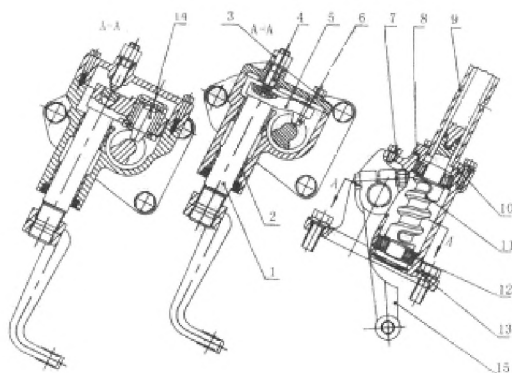

Рисунок 4-23. Рычажное и штифтовое рулевое управление.
Рычажное и штифтовое рулевое управление состоит из ведущей и ведомой частей (смотрите рисунок 4-23). Ведущая часть преимущественно состоит из червяка рулевого механизма (11). Ведомая часть преимущественно состоит из рычага (5), который установлен вместе с рулевой сошкой (1) и штифтом (6). Система рулевого управления (13) соединена с передней наклонной системой сцепления болтами.
Зазор конических подшипников (30204) (12) на двух концах червяка (11) должны быть отрегулированы для правильной работы рулевого управления. Движения червяка вниз и вверх увеличатся вместе с увеличением осевого зазора подшипника из-за трения во время эксплуатации. Когда движения составляют более 0.1 мм, следует провести своевременную регулировку. Чтобы провести регулировку снимите рулевое колесо и рулевую рейку (9), подтяните или ослабьте шайбы, чтобы диапазон движения вниз и вверх был менее 0.1 мм. (рисунок 4-23).